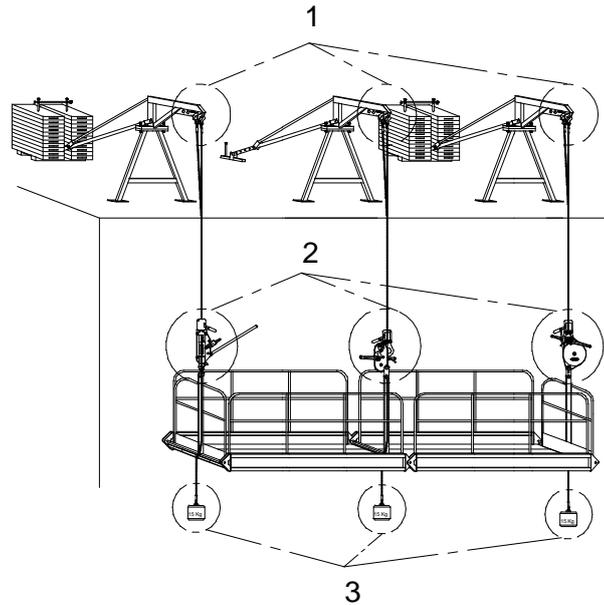

Fig. 2-26 Comprobaciones
- Todas las Liras, tanto las Extremas como las Intermedias están dotadas de doble Cable que estará fijado en el Pescante por el Seguricable. (Ver 1 en Fig. 2-26).
- Todas las Liras, tanto las Extremas como las Intermedias disponen de Aparejo de Elevación. (Ver 2 en Fig. 2-26).
- Todos los Cables de seguridad que pasen por el Seguricable llevan en sus extremos un Contrapeso. (Ver 3 en Fig. 2-26).